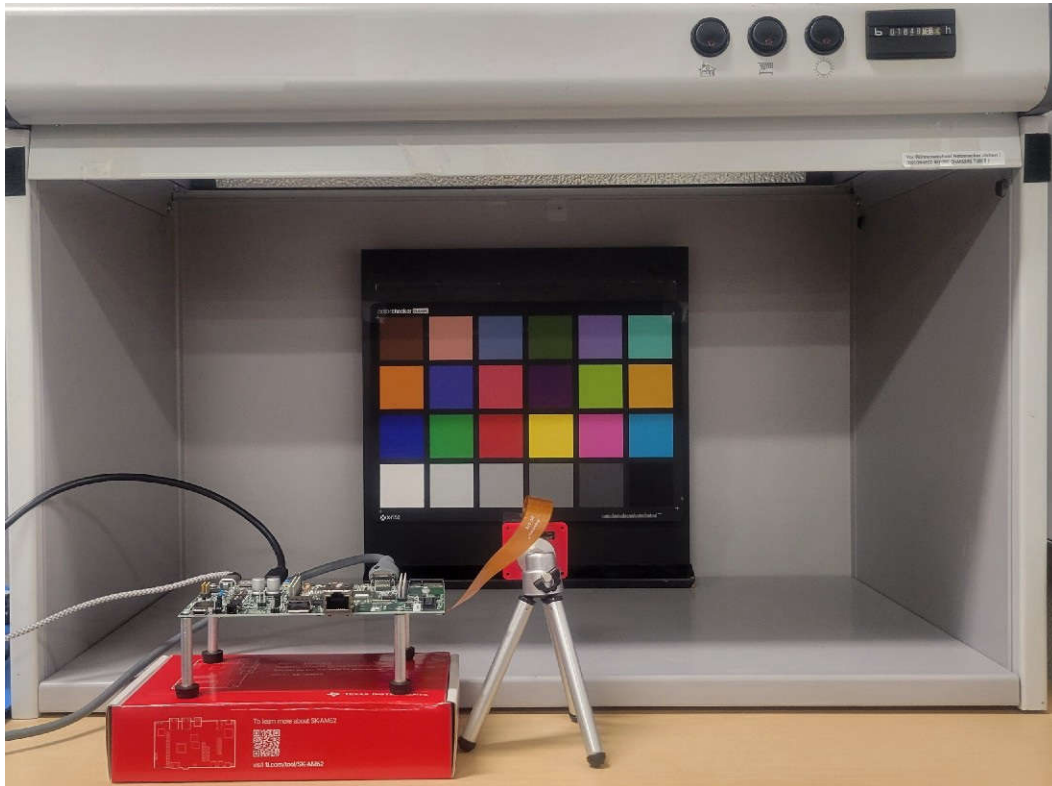

图 3-1. 调优硬件和设备设置
- 将摄像头固定在所需位置而需要的三脚架或支架。图 3-1 展示了此类设置的一个示例。